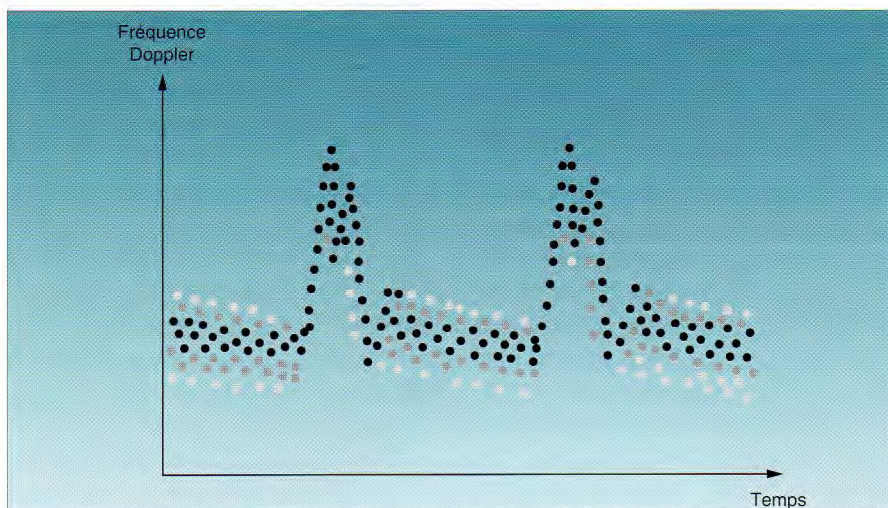

Figure 19 : Analyse spectrale. La brillance de chaque point est proportionnelle à l'intensité du signal perçue et non à sa fréquence.
f) Analyse spectrale (fig. 19)